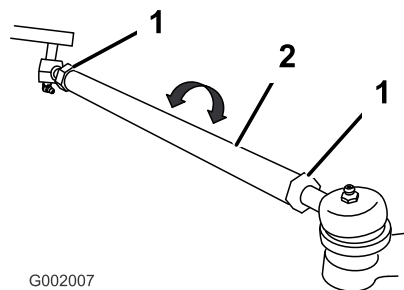

图46
5. 如果测量值超出规定的范围，应松开横拉杆两端的锁紧螺母（图46）。